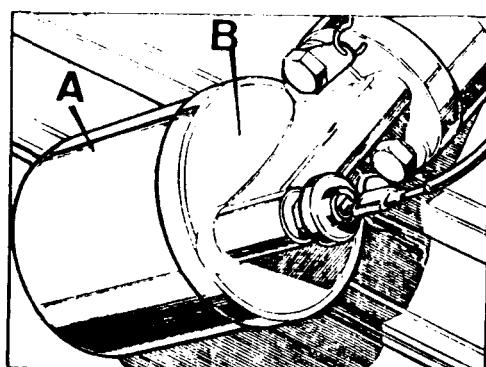

Fig. A1-36 Desmontaje del filtro integral
3.2. Desenroscar el conjunto filtrante, A (Fig. A1-36) con su junta de cierre y desecharlo.
4.1. Tomar un nuevo filtro, aplicar una capa de aceite limpio de motor a la -- junta obturadora y roscarlo sobre el soporte, B (Fig. A1-36), apretándolo con la presión que se le quiera dar con las manos.